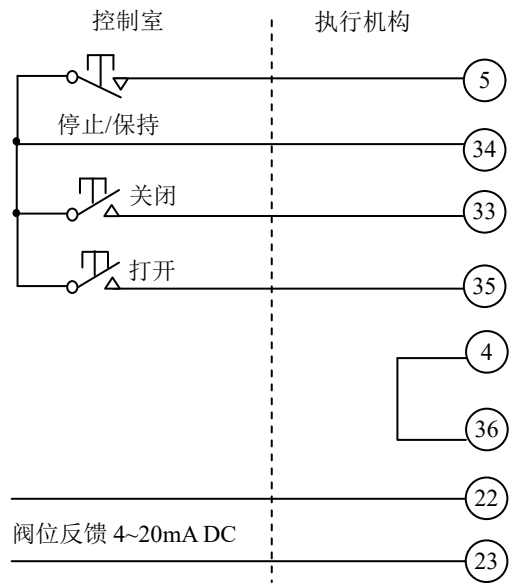

图 15-3 形式 3: 保持式打开、关闭、停止控制
15.2.1 图 15-1~图 15-3 为内部 24V 供电